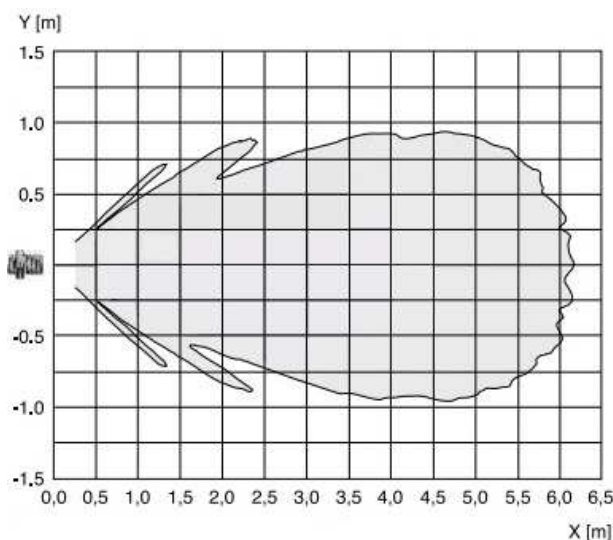
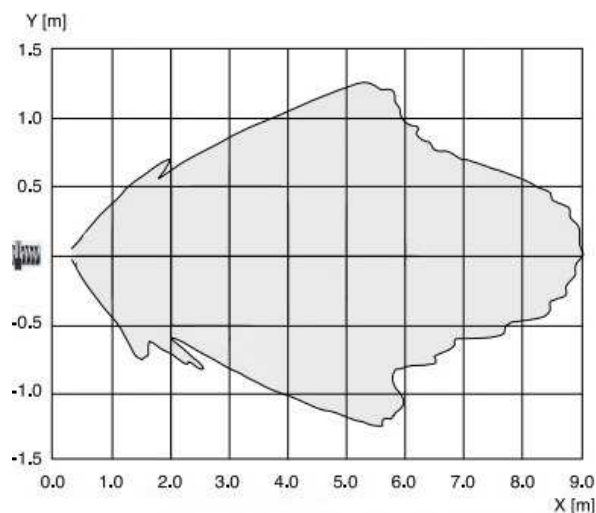

Рисунок 2 - Диаграмма направленности датчика USS EC812B-53P-R4000-LPS5
Рисунок 3 - Диаграмма направленности датчика USS EC813B-53P-R6000-LPS5
7.3.3. Перед настройкой необходимо удалить посторонние предметы из рабочей зоны датчика (согласно диаграмме направленности рис.2 и рис.3).